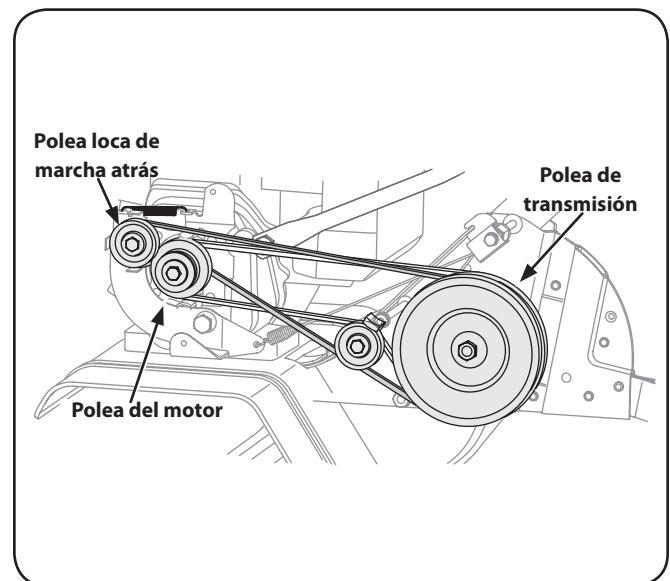

Figura 5-2
3. Retire la cubierta de la polea de transmisión y luego de alrededor de la polea loca de marcha atrás. Consulte la Figura 5-2.
4. Para volver a armar con la nueva correa, siga las instrucciones en orden inverso. Asegúrese de colocar el lado más ancho de la correa contra la transmisión y la polea loca mientras el lado más delgado pasa por arriba de la polea del motor. Consulte la Figura 5-2.
NOTA: Al volver a armar, cerciése de que la correa pase sobre la polea loca y por dentro de los guardacorreas junto a la polea del motor. Consulte la Figura 5-2.